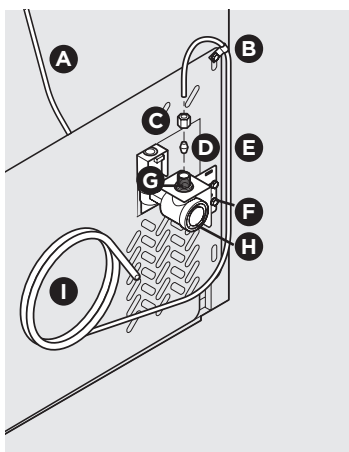
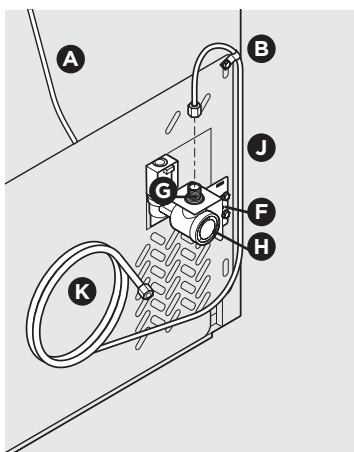

figura 17
figura 18
4. Si usa tubería de cobre: deslice la tuerca de compresión de bronce y luego el casquillo (manga) hacia la línea de suministro de agua. Empuje la línea de suministro de agua hacia la entrada de la válvula de agua lo más posible ($\frac{1}{4}$ " / 6.4 mm). Deslice el casquillo (manga) en la entrada de la válvula y apriete con los dedos la tuerca de compresión en la válvula. Apriete otra media vuelta con una llave; NO apriete excesivamente. Vea la figura 17. Si usa tubería de acero inoxidable o de polilínea: la tuerca y el casquillo ya están montados en la tubería. Deslice la tuerca de compresión en la entrada de la válvula y apriete con los dedos la tuerca de compresión en la válvula. Apriete otra media vuelta con una llave; NO apriete excesivamente. Vea la figura 18.
6. Con la abrazadera de acero y el tornillo, asegure la línea de suministro de agua (tubería de cobre solamente) al panel posterior del refrigerador, como se muestra en la figura 17.
7. Enrolle la línea de suministro de agua en exceso (tubería de cobre solamente), aproximadamente 2½ vueltas, detrás del refrigerador como se indica en la figura 17; disponga el enrollado de modo que no vibre o se desgaste contra cualquier otra superficie.